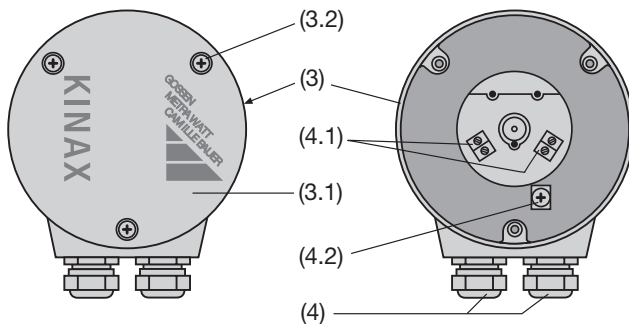

Fig. 9. Partie arrière (3) avec bornes (4.1) et (4.2) et presse-étoupes (4).
Les variantes avec **bornes à vis** directement montées dans le convertisseur et avec **presse-étoupes** comportent 4 bornes à vis (4.1) et 1 borne de mise à terre (4.2) placées dans le capot arrière (3), voir Fig. 9. Ces bornes à vis sont prévues pour une section des fils de max. 1,5 mm², elles deviennent accessibles en enlevant le couvercle (3.1).
... avec **bornes à vis et presse-étoupes** dévisser les 3 vis (3.2) et enlever le couvercle (3.1), (Fig. 9, à gauche).
... avec **bornes à vis et presse-étoupes** dévisser les 3 vis (3.2) et enlever le couvercle (3.1) (Fig. 9, à gauche).